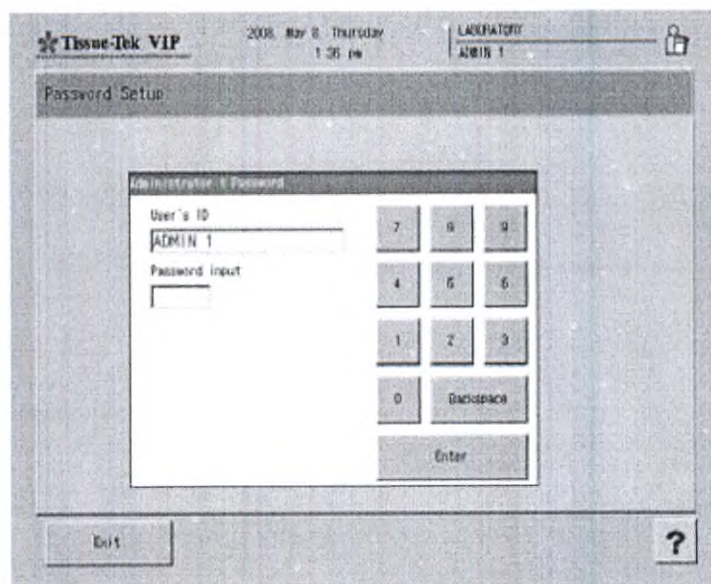

Рис. 41 Ввод пароля
• Появится экран «Password Setup» (Установка пароля) (Рис. 41).